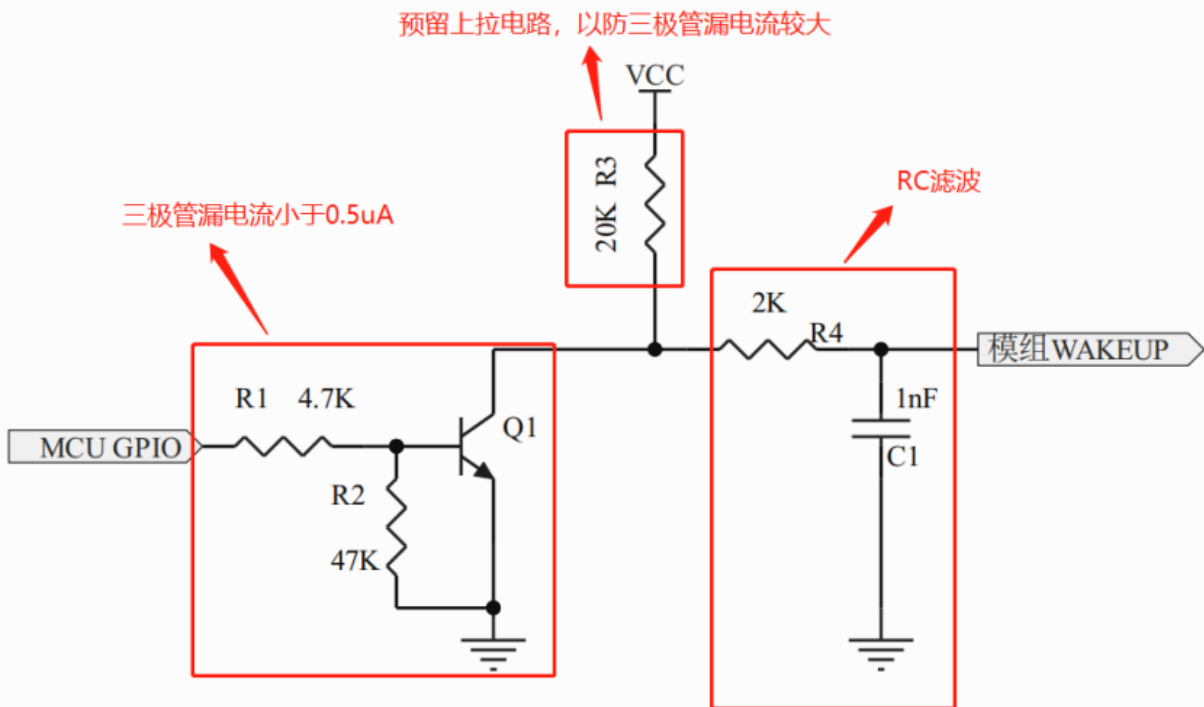

图 3: WAKEUP 脚参考电路
- a) NB 芯片 WAKEUP 脚内部上拉电阻非常弱且很容易受到干扰影响，避免模组在休眠状态下而出现异常唤醒需要在 WAKEUP 脚加 RC 滤波电路（如图 3 所示）。如果模组内部已有 RC 电路外围电路可以省略。
- b) MCU GPIO 与模组的 WAKEUP 通过三极管连接（如图 3 所示），要求三极管截止态的漏电流要小于 0.5uA，原因是 WAKEUP 内部上拉较弱，漏电大了可能将 WAKEUP 脚拉到 1.2V 以下。如此就有可能会出现 NB 芯片在休眠态下无法被 WAKEUP 脚唤醒情况。
- ① 用 MOS 管代替三极管，大多数 MOS 漏电流较小。
- ② 电路上预留上拉电路（如图 3 所示），VCC 的电压范围在 1.8V~3.6V 且要常开，不要用 NB 模组出来的电